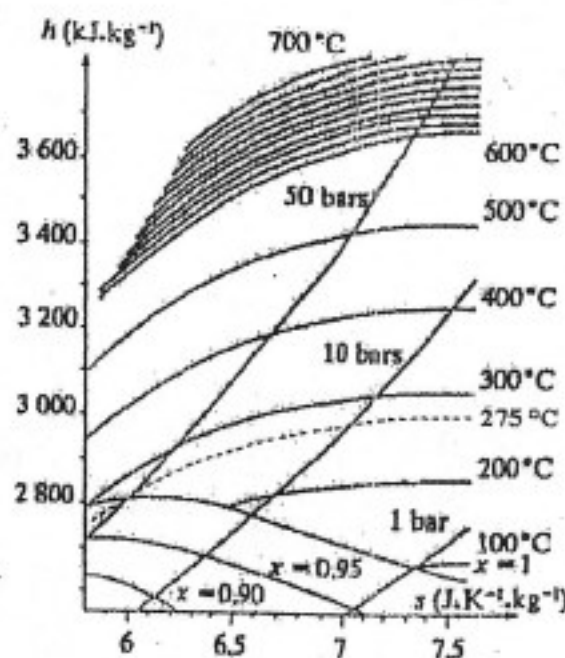

Figure 6
- le générateur de vapeur,  $q_{GV} = c_{\text{eau}}(T_3 - T_1) + \ell_{\text{vap}}(50 \text{ bar})$ .  $T_3 = 275$  °C est lue par extrapolation sur le diagramme de Mollier (figure 6) à l'intersection de l'isobare 50 bar et de l'isotitre  $x = 1$  ;